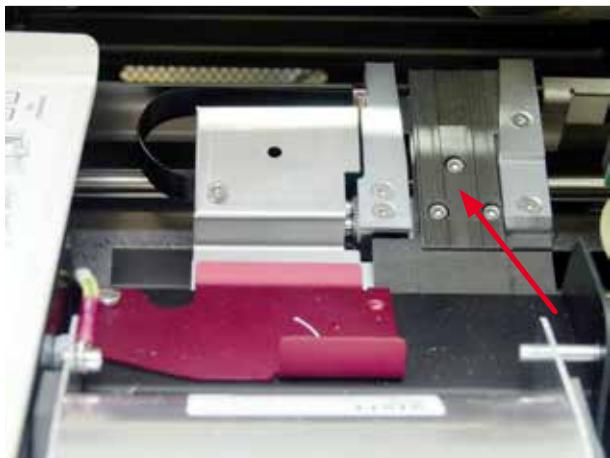

图 49
- 运输站点 (→ "图 49")
(\rightarrow "图 49")。